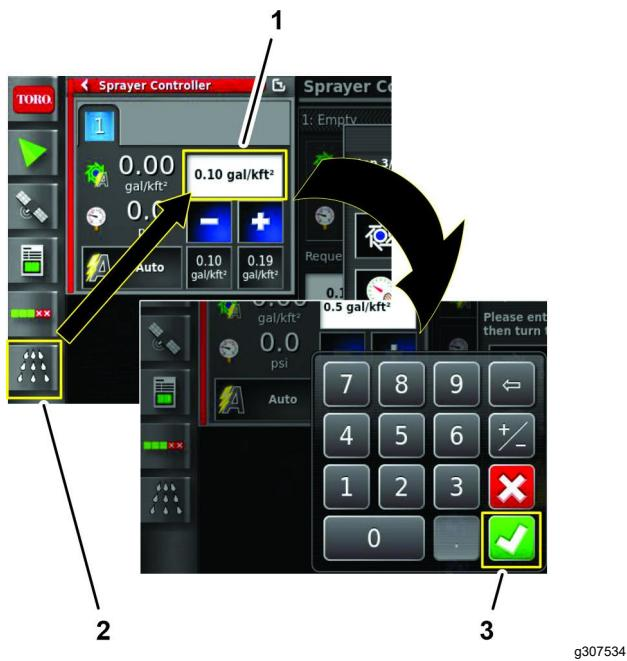

Figura 141
- Premete l'icona CONTROLLER DEL VOLUME DI IRRORAZIONE, premete l'icona VOLUME DI APPLICAZIONE RICHIESTO e utilizzate il tastierino sullo schermo per inserire il volume di applicazione desiderato, quindi premete l'icona di conferma (Figura 141).